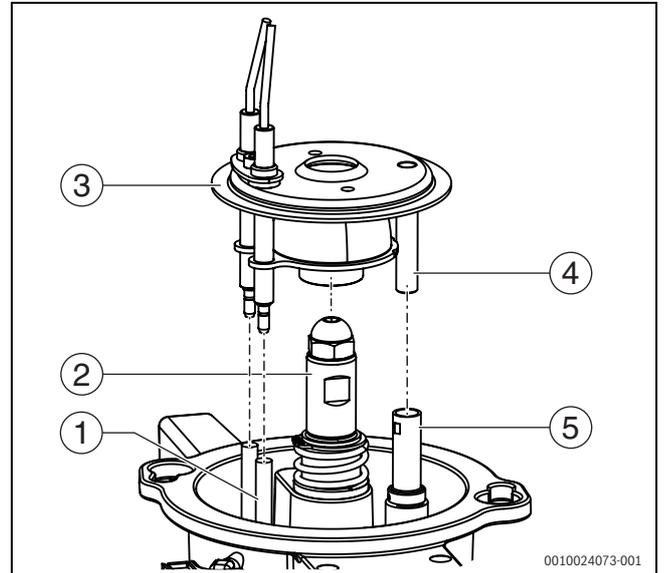

Bild 71 Mischsystem montieren
- ▶ Sichtrohr des Mischsystems und Halterohr des Flammenfühlers (→Bild 71) innen mit geeignetem Hilfsmittel, wie z. B. Wattestäbchen, Langbürste (Pfeifenreiniger) reinigen.